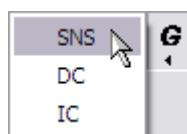

Рис. 2.46
2. В левой части вкладки **Схема кодирования** нажмите на кнопку **Группа** и выберите из раскрывшегося списка **SNS** (Рис. 2.46).